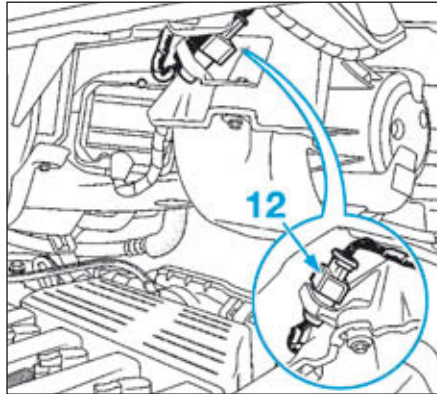

FIG.20
- Débrancher le connecteur (12) du boîtier de commande du groupe motoventilateur habitacle (Fig.20).